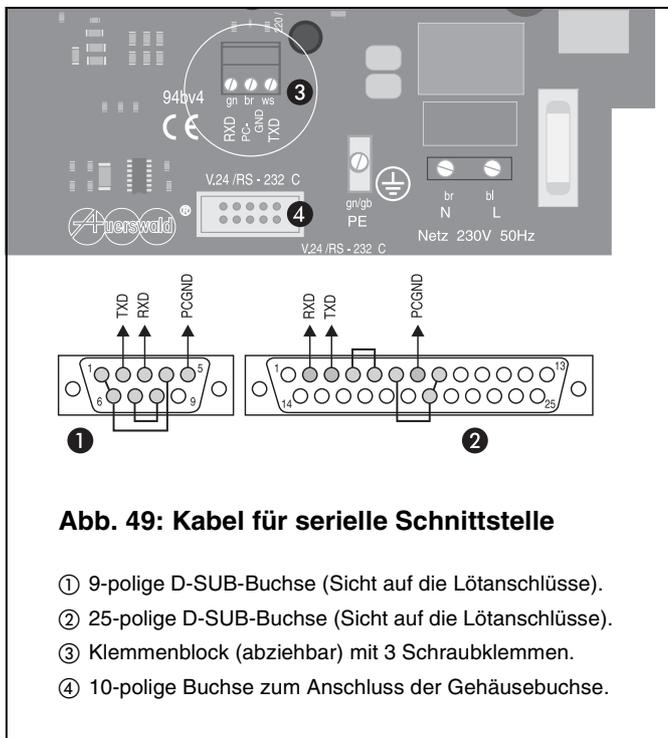

Abb. 49: Kabel für serielle Schnittstelle
- ① In die Kabeldurchführung kann eine 9-polige D-Sub-Buchse eingebaut werden (siehe Kapitel V.24-Gehäusebuchse einsetzen auf Seite 12). Mitgeliefert wird die D-Sub-Buchse, per Kabel verbunden mit einem 10-poligen Stecker, der in die 10-polige Buchse (Punkt ④ in Abb. 49) auf der Basisplatte gesteckt wird. Hier können Sie nun ein Kabel mit D-Sub-Buchsen an beiden Enden anschließen (im Lieferumfang).
- ② Auf der Basisplatte steht ein abziehbarer Klemmenblock mit drei Schraubklemmen (Punkt ③ in Abb. 49) zur Verfügung. Im Fachhandel sind hierfür vorgefertigte Kabel mit 9- oder 25-poliger D-Sub-Buchse (Zubehör von Auerswald) erhältlich. Möchten Sie ein solches Kabel selbst herstellen, verwenden Sie möglichst ein zweiadriges, geschirmtes Kabel (z. B. LIYCY 2 x 0,3 mm). Den geflochtenen Schirm dieser Leitung verwenden Sie für die Klemme mit der Bezeichnung PC-GND, die beiden Innenleiter für RXD und TXD. Das rechnerseitige Ende der Leitung ist je nach Rechneranschluss mit einer 9- oder 25-poligen D-Sub-Buchse wie in Abb. 49 zu versehen.